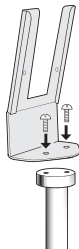

Fig. 8
8. Coloque el soporte de montaje del pedestal en la parte superior del ensamblado del pedestal usando los dos (2) tornillos de 1/2" y el destornillador de cabezal Phillips, Fig 8.